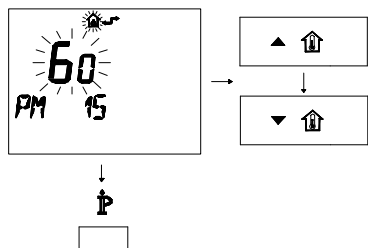

Figura 5.29
- Modificare il SET programmato agendo sui pulsanti ▲ (sopra casa) o ▼ (sotto casa) fino a visualizzare un **set di 60**, aspettare che il numero programmato cominci a lampeggiare (Figura 5.29)